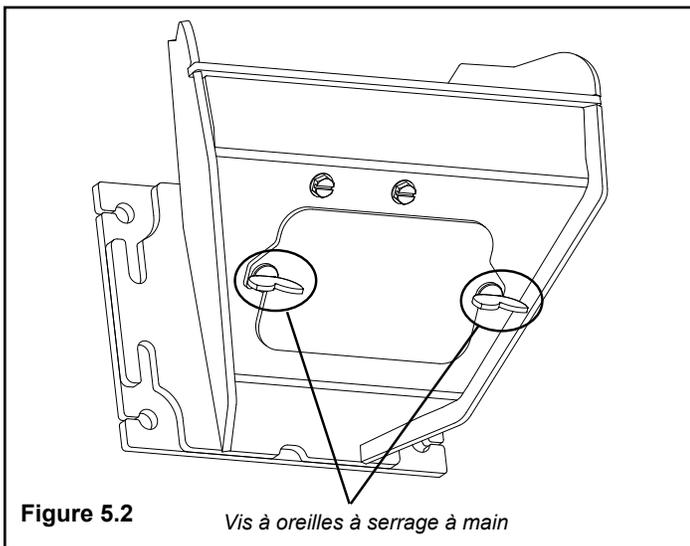

Figure 5.2
- Desserrez les 2 vis à oreilles à serrage à main situées aux coins inférieurs avant du pot de combustion Figure 5.2